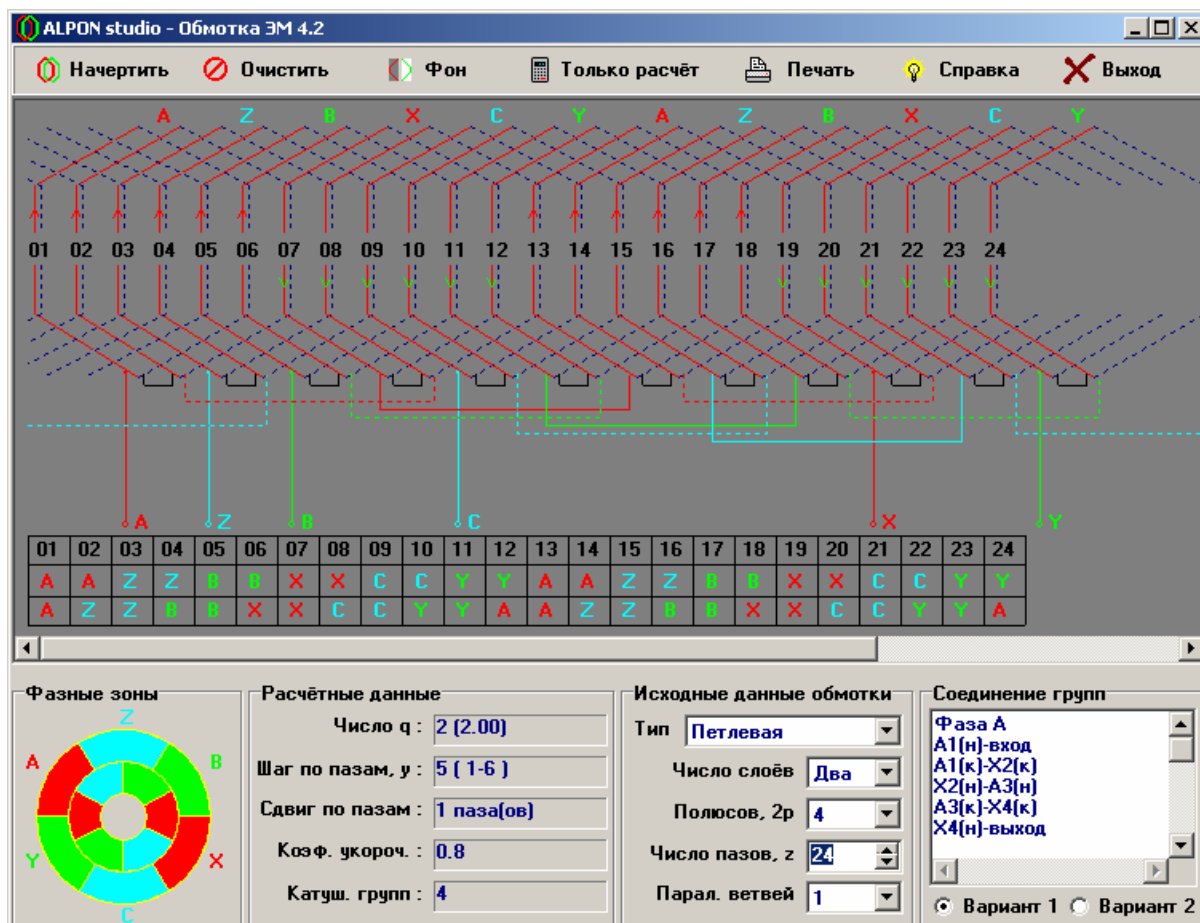

Рисунок 2. Главное окно (петлевая двухслойная обмотка).
- Обмотка петлевая, двухслойная,  $2p = 4$ ,  $z = 24$ ,  $a = 2$  (рис. 2);